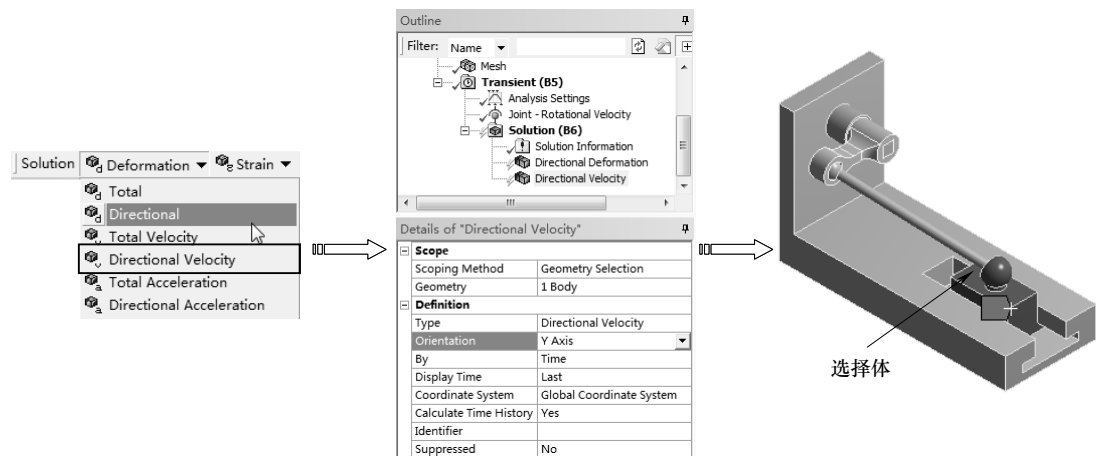

图 10-30 添加速度求解项
3) 求解速度。单击【Solution】工具栏上的【Deformation】|【Directional Velocity】命令，此时在分析树中插入【Directional Velocity】项，在图形区选择如图 10-30 所示的实体，在详细设置窗口中设置【Orientation】为 Y Axis，如图 10-30 所示。